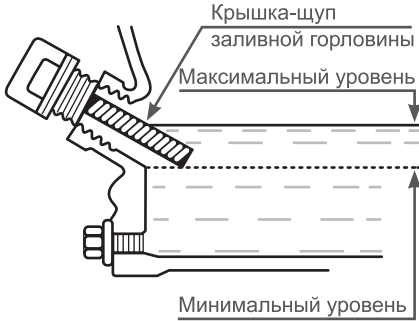

Рис.24
- Извлеките крышку/щуп заливного отверстия и начисто протрите её (Рис.24).
Нормальным считается, когда масло находится на уровне нижнего края заливной горловины (А) Рис.24.